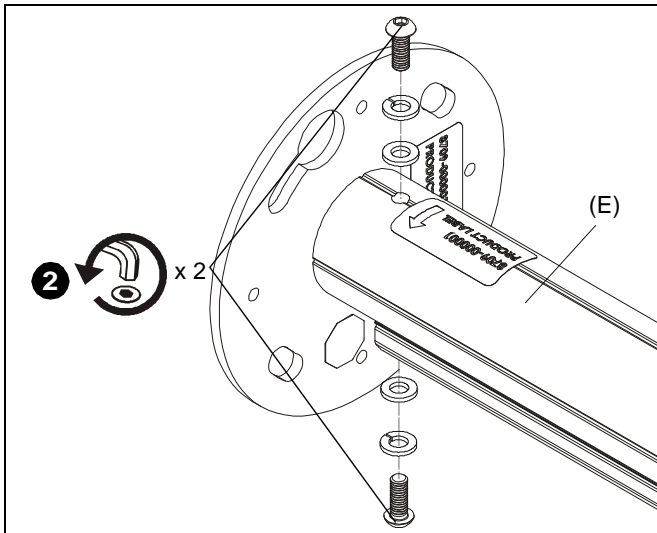

Figure 2
2. Retirez deux vis à tête ronde, deux rondelles de sécurité et deux rondelles plates qui fixent la colonne du support de série KITEC/KITMC (E) à la plaque adaptatrice. (Voir la Figure 2)